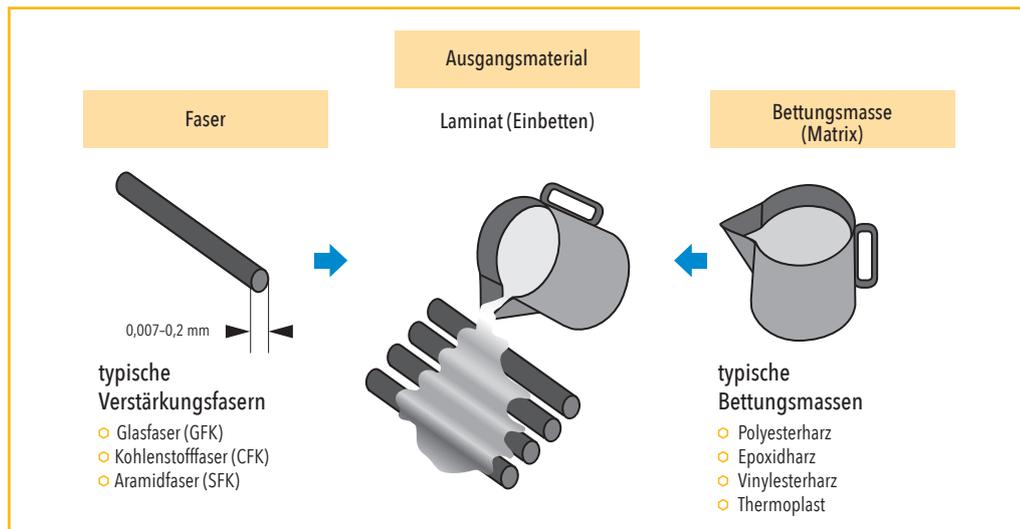
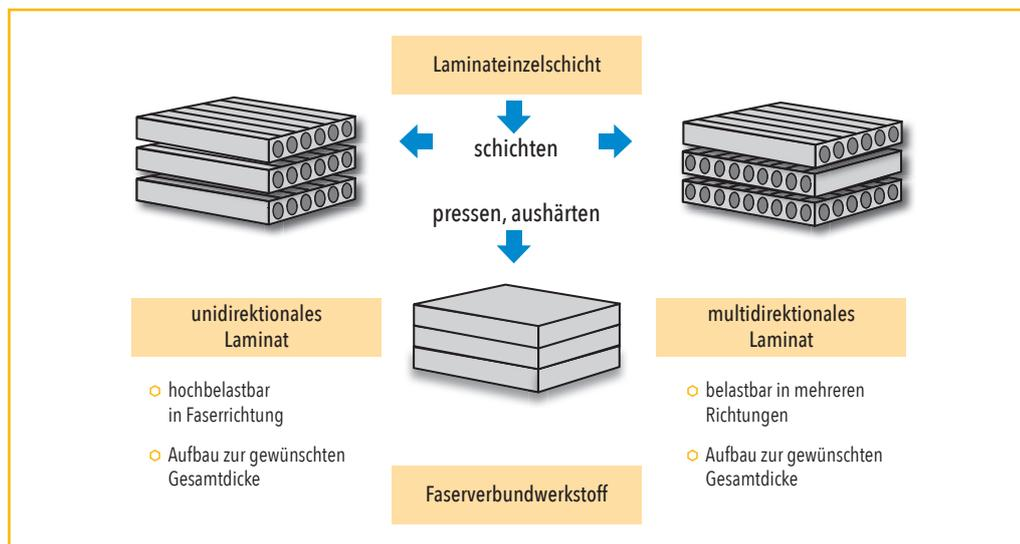

Abbildung 6.3: Herstellung eines (kohle)faserverstärkten Kunststoffs
Abbildung 6.4: Herstellung eines (kohle)faserverstärkten Kunststoffs
1.000 bis 24.000 Einzelfasern werden anschließend zu einem Garn versponnen, das dann, je nach Anwendung, zu unterschiedlichen Geweben verarbeitet wird. Zur Herstellung kohlefaserverstärkter Kunststoffe werden diese Gewebe in eine Kunstharzmatrix eingebettet (siehe Abbildung 6.3) und anschließend zu einem Faserverbundwerkstoff weiterverarbeitet (siehe Abbildung 6.4).